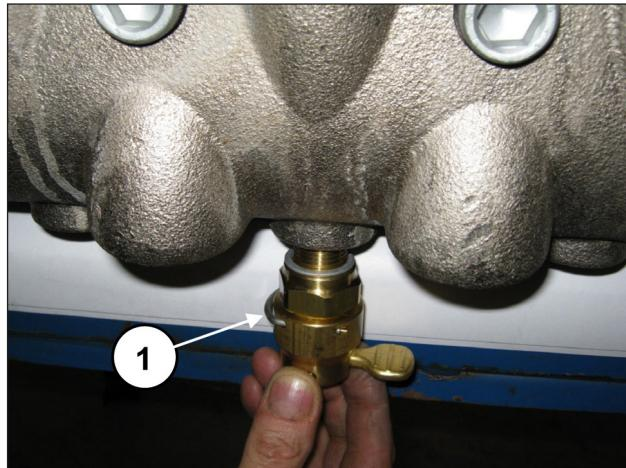
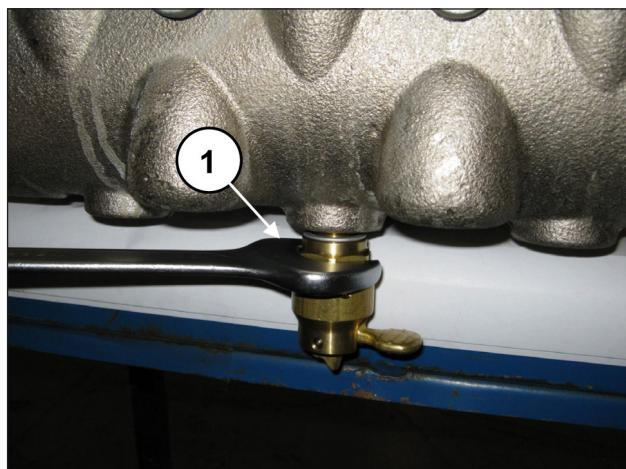

Abb. 133
Abb. 134
Bringen Sie die Ventilöffner an (Pos. ①, Abb. 133) und drehen Sie diese mit einem 30 mm Schlüssel fest (Pos. ①, Abb. 134).